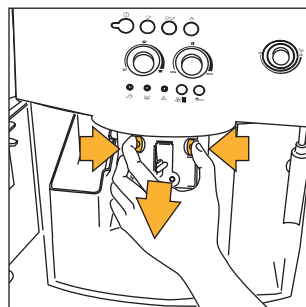

Fig.29
- tryck in de två röda spärrarna på infusionsanordningen mot mitten (fig. 29) och dra den utåt